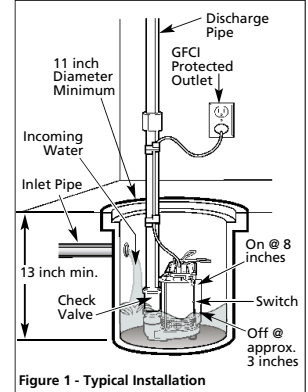

Figure 1 - Typical Installation
1. Installer la pompe dans un puisard d'une taille minimale tel qu'indiqué sous la figure 1. Construire le puisard de carreaux, béton, acier ou plastique.
6. Placer l'interrupteur de la pompe LOIN de l'entrée pour que l'interrupteur soit loin de l'entrée d'eau (voir la figure 1).